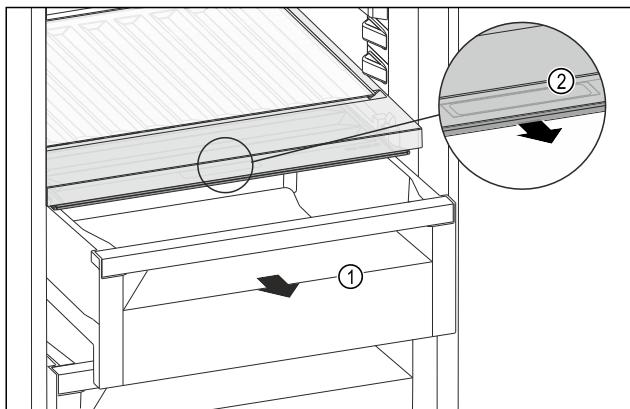

Fig. 156
- Изтеглете чекмеджето Fig. 156 (1).
- Хванете вдълбнатия захват Fig. 156 (2) на капака на отделението и едновременно с това издърпайте напред капака на отделението.